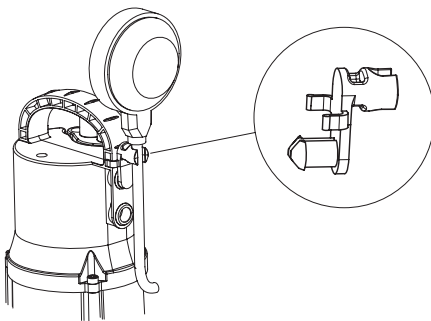

Abbildung 3
- / Kabel ist werkseitig in Klemme unterhalb des Tragegriffes befestigt (siehe Seite 13, Abbildung 3).
- / Den im Lieferumfang enthaltenen Halter in die Öffnung oberhalb des Drehgeleuels einklippen. Dann Schwimmerschalter in den Halter einklemmen, sodass der Schwimmerschalter nach oben zeigt. (siehe Seite 13, Abbildung 3).